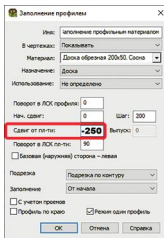

рис. 114
9. Полученные копии пола опустим вниз так, чтобы они стали потолком первого этажа. Для этого на панели **Меню команд** выберите команду **Каркас/Заполнения/Изменить параметры**, укажите копию одной части пола и в карточке параметров (рис. 114) в поле **Сдвиг от плоскости** задайте **-250**. 250 мм — это толщина доски пола+толщина перекрытия+толщина обвязки. Завершите редактирование нажатием кнопки **ОК**. То же самое сделайте с другой частью потолка. Завершите команду нажатием клавиши **Esc**.